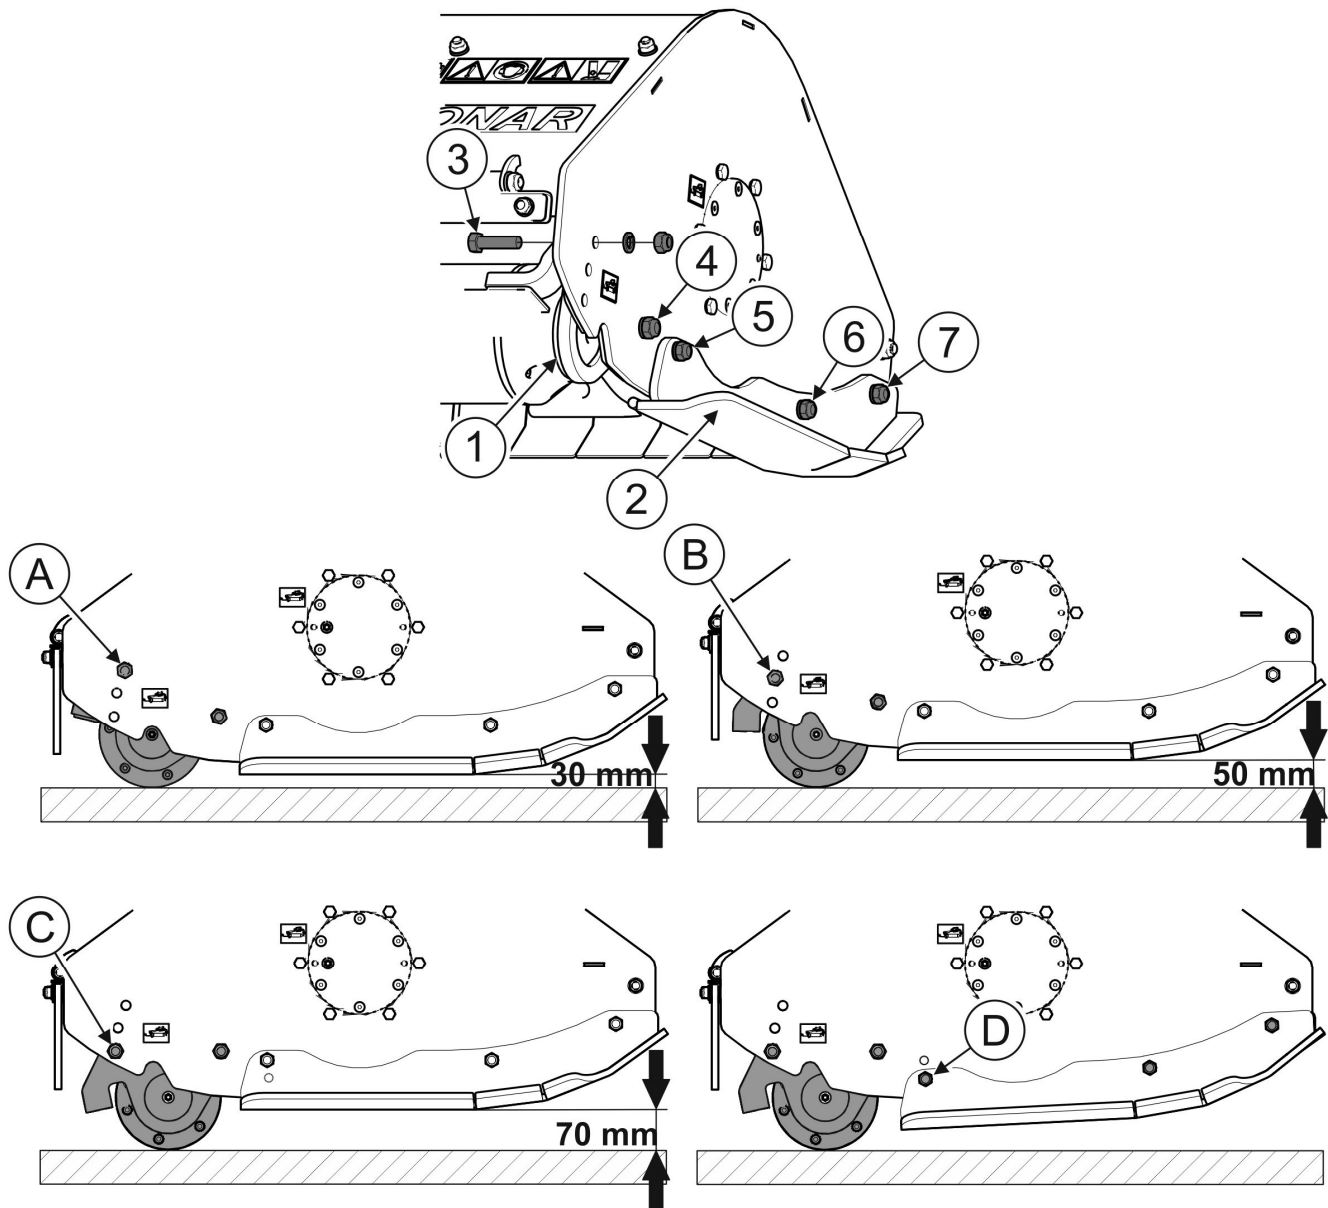

РИСУНОК 4.5 Регулировка высоты кошения головки для кошения.
- режущий аппарат головки для кошения должен свободно опираться на поверхность копирующим валом. Скользуну не должны касаться поверхности основания, а режущий аппарат в целом должен располагаться параллельно основанию (РИСУНОК 4.5).
достигается путем изменения положения копирующего вала (1) по отношению к корпусу косилки. С этой целью необходимо (РИСУНОК 4.5):
- ослабить гайки (4) на болтах с двух сторон копирующего вала (1), на которых будем вращать копирующий вал;
- отвинтить гайки (8) и вынуть установочные болты (3) с обеих сторон копирующего вала;
- вставить установочные болты (3) в соответствующие отверстия и завинтить гайки;
- затянуть гайки (4) болта, на котором вращался вал, с обеих сторон вала.
- ослабить гайки (6) и (7) на болтах крепления скользуна;
- отвинтить гайку и вынуть установочный болт (5) скользуна;
- повернуть скользун таким образом, чтобы отверстие в скользуне совпало с нижним отверстием сбоку корпуса головки для кошения (D) (РИСУНОК 4.5);
- вставить установочный болт (5) в совпавшие отверстия и завинтить гайку;
- затянуть гайки (6) и (7) на болтах крепления скользуна;